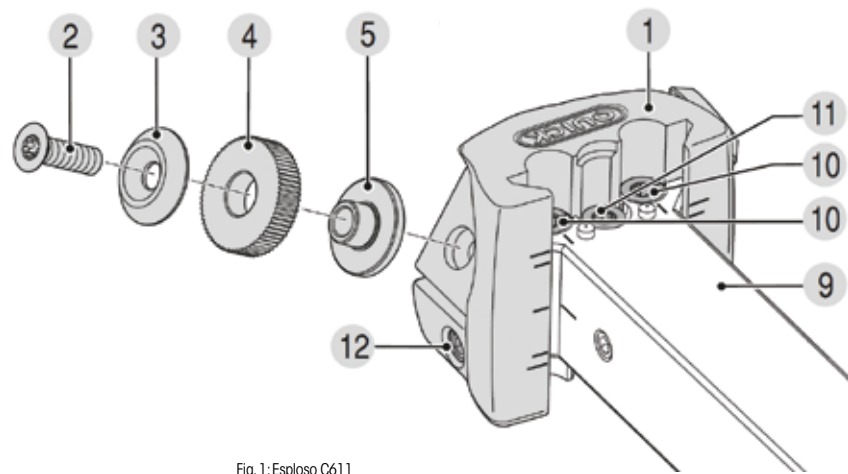

Fig. 1: Esploso C611
Per il montaggio o la sostituzione del godrone di godronatura (fig. 1, pos. 4) allentare completamente la vite a testa svasata (fig. 1, pos. 2) e rimuovere il godrone di godronatura insieme alla rondella di copertura (fig. 1, pos. 3). Infine inserire il nuovo godrone di godronatura e la rondella di copertura sulla boccia scorrevole (fig. 1, pos. 5) e riavvitare la vite. Rispettare le coppie di serraggio indicate nella Tabella 3, Capitolo 8. Assicurarsi che le superfici di scorrimento dei supporti per godronatura siano prive di trucioli e controllate regolarmente per rilevare eventuali danni.
Questo tipo di utensile può essere utilizzato in modo modulare, davanti o dietro il centro di fornitura. A tale scopo montare la vite a testa svasata (fig. 1, pos. 2), la rondella di copertura (fig. 1, pos. 3), il godrone di godronatura (fig. 1, pos. 4) come anche la boccia scorrevole (fig. 1, pos. 5) sull'altro lato dell'alloggiamento godrone. Vedere anche le informazioni aggiuntive allegate.
La vite a testa svasata (fig. 1, pos. 2), la boccia scorrevole (fig. 1, pos. 5), la rondella di copertura (fig. 1, pos. 3) e il godrone di godronatura (fig. 1, pos. 4) devono essere sostituiti dopo cicli definiti, al più tardi in presenza di notevole usura o parametri di processo devianti.
Se la vite a testa svasata (fig. 1, pos. 2) si allenta durante il processo, si consiglia di utilizzare i frenafilietti LOCTITE® ad alta resistenza.